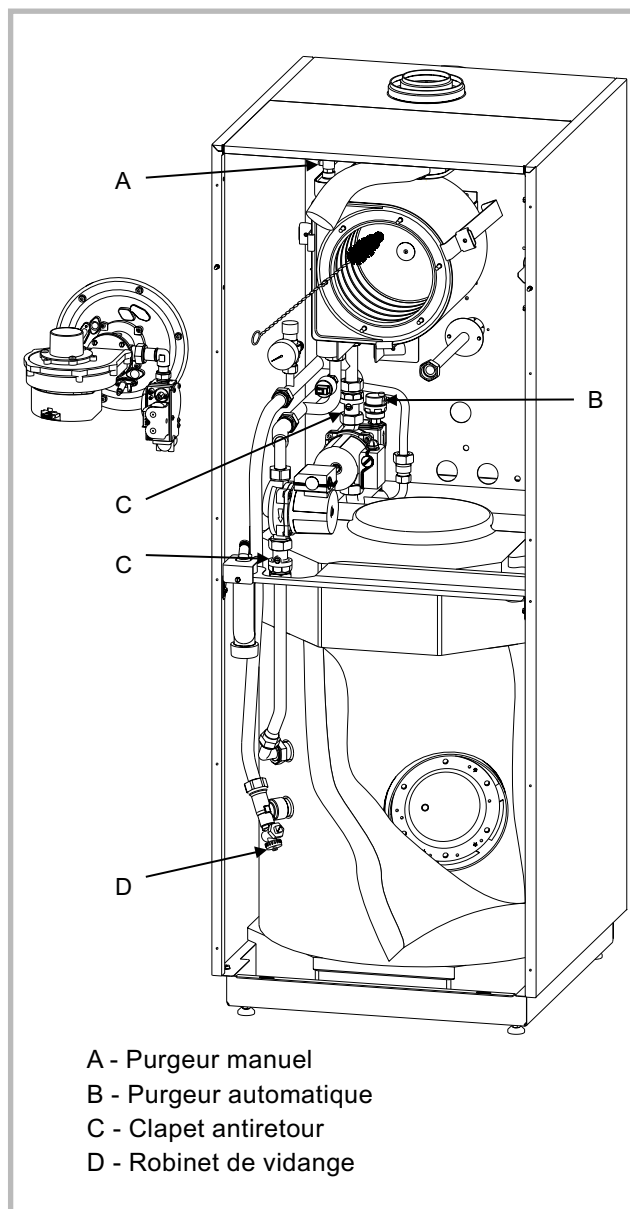

Figure 38 - Accès à la chambre de combustion
(voir figure 38)
- Ouvrir le robinet de vidange de la chaudière (fig. 38, rep. D).
- Ouvrir les purgeurs placés au point le plus haut de l'installation (fig. 38, rep. A).
- Débrayer les clapets antiretour (fig. 38, rep. C).